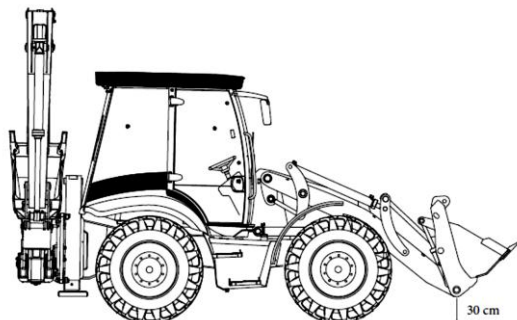

Figura 4-6
5) Role completamente o balde da carregadora, como se mostra na figura em baixo e levante-o a cerca de 30 cm do solo. (figura-4.6).